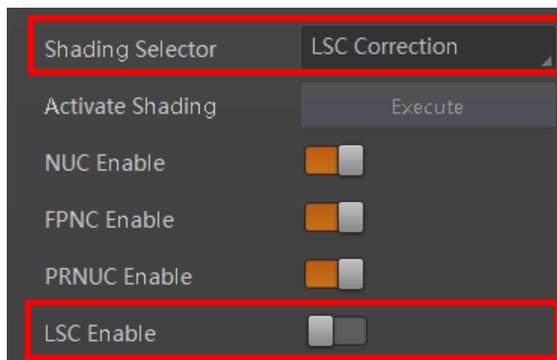

图11-16 LSC 校正
3. 勾选 *LSC Enable* 参数，使能校正功能，如图 11-16 所示。